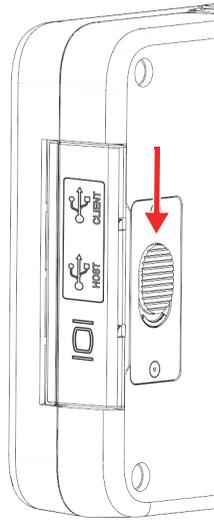

图 3-3 数据端口舱盖的松开按钮
1. 按住盖上的松开按钮，并向仪器的底部滑动，将数据端口舱盖解锁（参见第 36 页的图 3-3）。